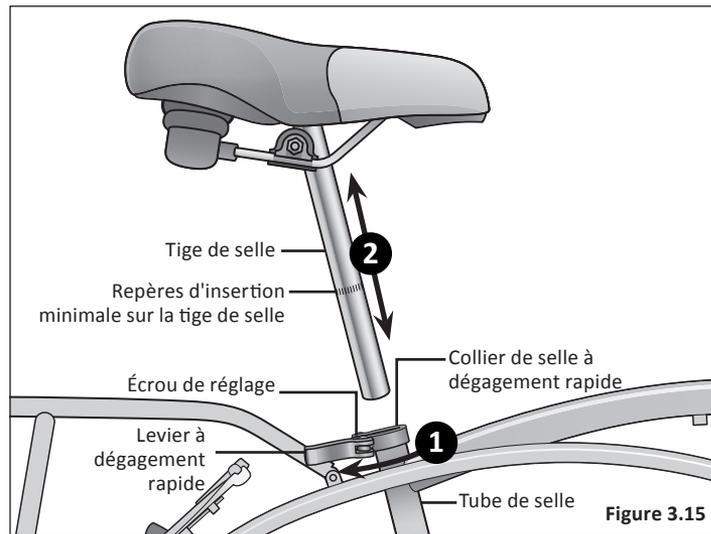

Figure 3.15
- 1 Déverrouillez le levier de serrage à dégainement rapide et insérez la tige de selle dans le tube de selle. **Figure 3.15**